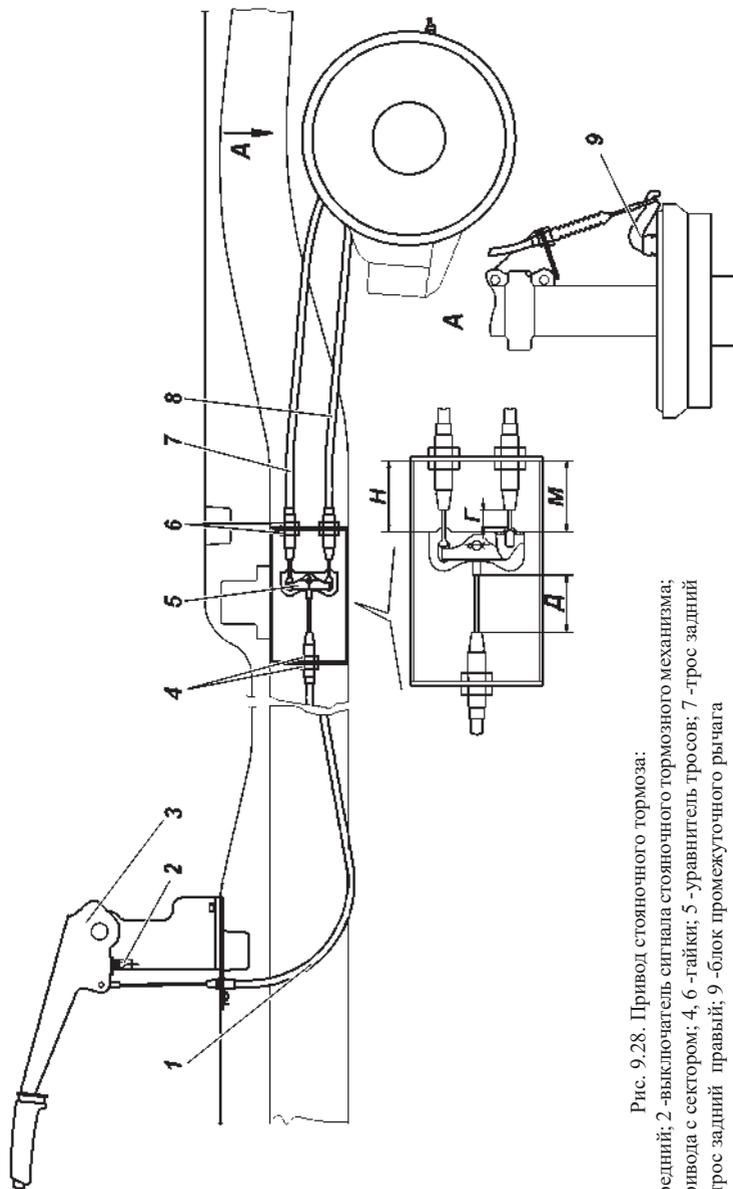

Рис. 9.28. Привод стояночного тормоза:
Колесный стояночный тормоз действующий на тормозные колодки задних колес (рис. 9.28).
3. Установите рычаг стояночного тормоза 3 (рис. 9.28) в нижнее положение.
5. Вращением гаек 4 и 6, выберите слабины тросов 1, 7, 8. При этом необходимо выдержать размер $\Gamma=1$ мм (min), $D=35$ мм (min) и разницу размеров М и Н не более 6 мм (рис. 9.28). При выборе слабины тросов, перемещение рычагов 9 не допускается.